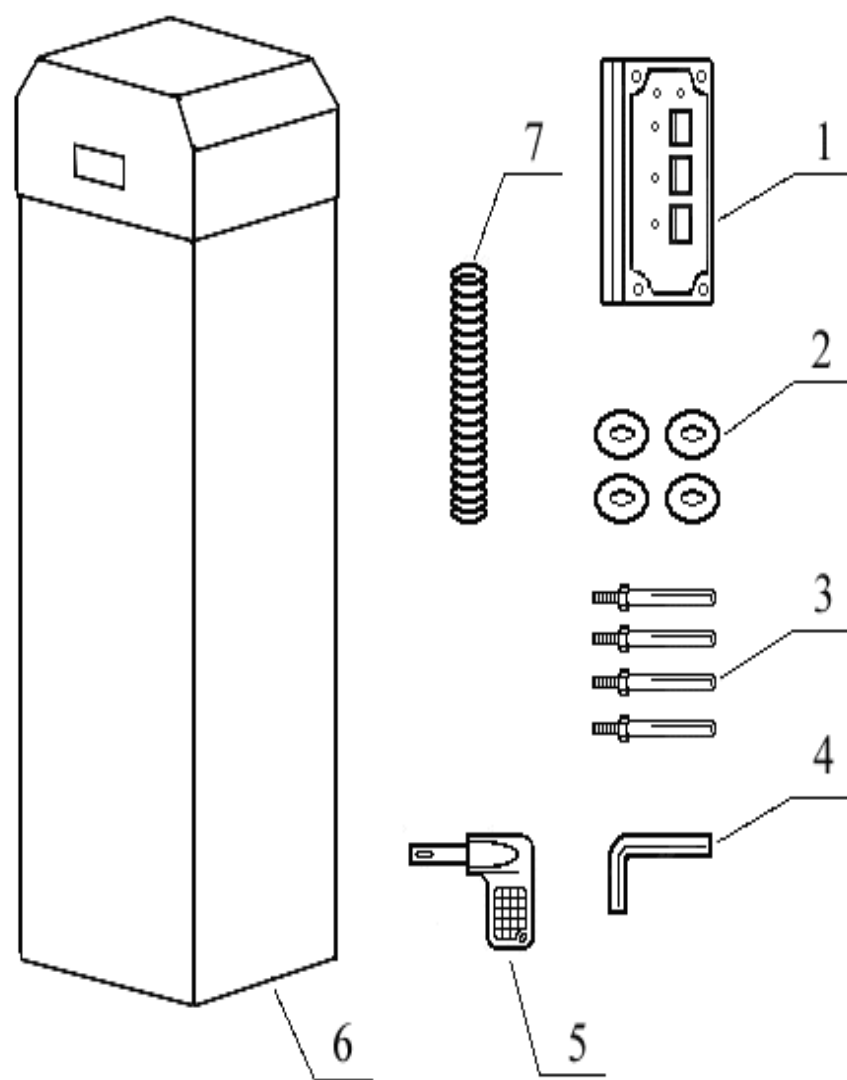

图 1
3. 1 挡车器外形见图 1，主机包装及随机附件见表 1 所示。